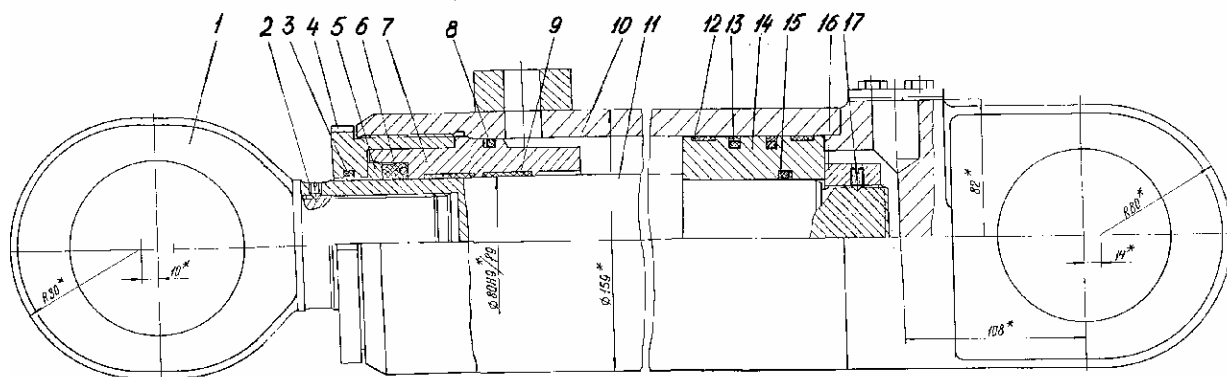

Рис. 51 Гидроцилиндр
10. ГИДРОЦИЛИНДРЫ (рис. 51, 52, 53, 54)